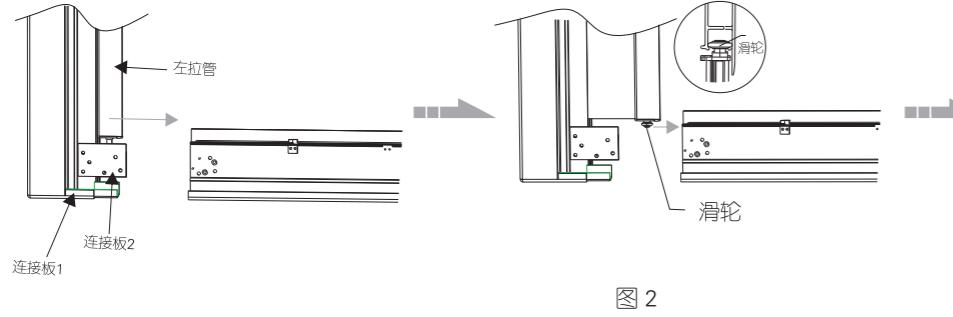

图 2
2. 将左拉管拉出适量距离，按图示方向将滑轮扣入横框架的凹槽内，接着让竖框架的连接板1与连接板2插入横框架中（注意：上下操作相同），分别装入并拧紧相对应的螺钉；如图2